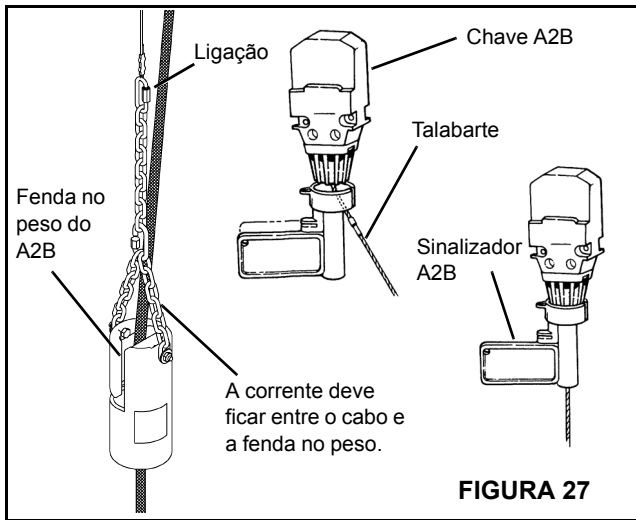

FIGURA 27
1. Remova o peso do dispositivo anticolisão do moitão (A2B) e desative o sistema A2B com o sinalizador A2B (Figura 27).